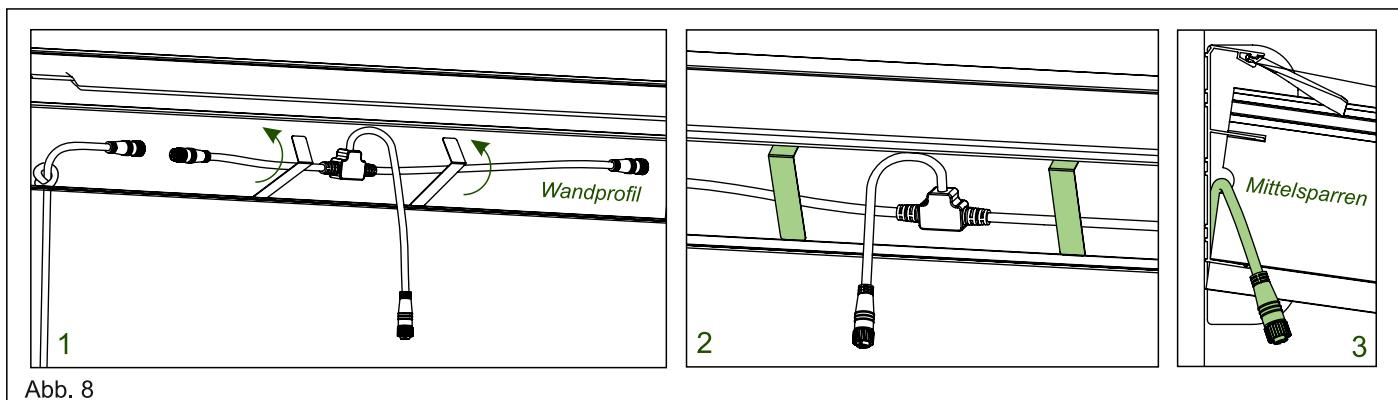

Abb. 8
**9.** **1.** Sichern Sie die Kabelverbindung mit jeweils zwei Federklammern. **2.** Platzieren Sie dazu die Federklammern zunächst unten im Wandträger und drücken Sie sie anschließend mit einem Klick oben ein, bis sie hörbar einrasten. **3.** Führen Sie anschließend das äußere Kabel der Kabelverbindung durch die entsprechende Kabeldurchführung im Mittelsparren. Wiederholen Sie diesen Schritt für alle Segmente der Terrasse. (Siehe Abb. 8)